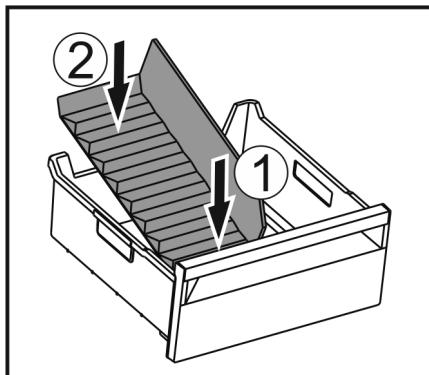

Fig. 117
- Vorderen Teil des Eisfach-Trenners einsetzen. Fig. 117 (1)
- Hinteren Teil des Eisfach-Trenners bis zum Schubfachboden absenken. Fig. 117 (2)